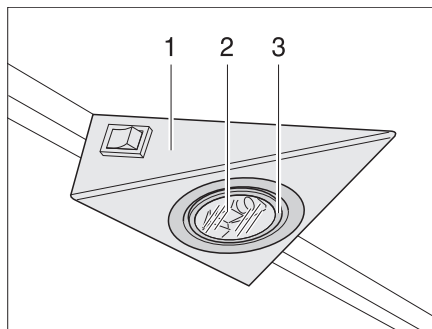
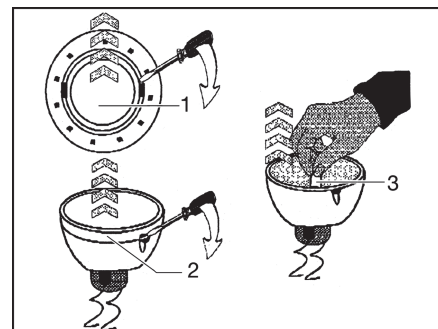

Fig. 158 Lámpara halógena empotrada
Fig. 159 Cambiar la bombilla halógena
La lámpara halógena empotrada está instalada hundida en una carcasa (Fig. 158,1).
- Soltar el anillo de cubierta interior (Fig. 158,3 ó Fig. 159,1) de la carcasa con una herramienta plana adecuada (p. ej. destornillador).
- Retirar el anillo de cubierta del vidrio (Fig. 158,2).
- Extraer la bombilla halógena (Fig. 159,2).